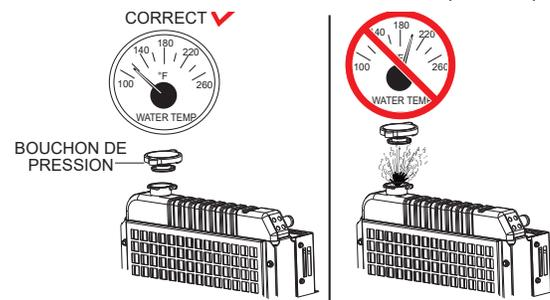

Figure 79. Dépose du bouchon de pression du radiateur
1. Retirer le bouchon de pression du radiateur (Figure 79) uniquement si la température du liquide de refroidissement est inférieure à 50 °C (120 °F).